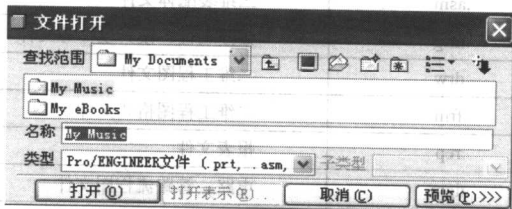

图 1.11 “文件打开”对话框
(1) 选择“文件”→“打开”命令，或单击系统工具栏上的按钮，即打开如图 1.11 所示的“文件打开”对话框。